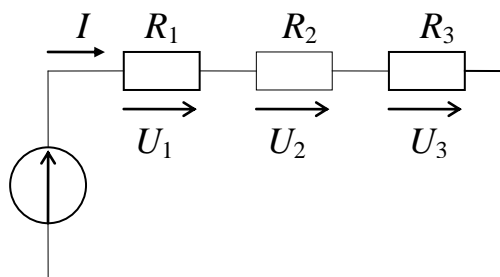

Рисунок 1.1 – Последовательное соединение
1. Выполнить расчет последовательно каждой из заданных схем (рис. 1.1, 1.2, 1.3) при значениях параметров элементов, указанных в табл. 1.1 согласно номеру варианта. Для каждой из схем определить токи в ветвях и напряжения на отдельных элементах. Результаты расчета записать в табл. 1.2.